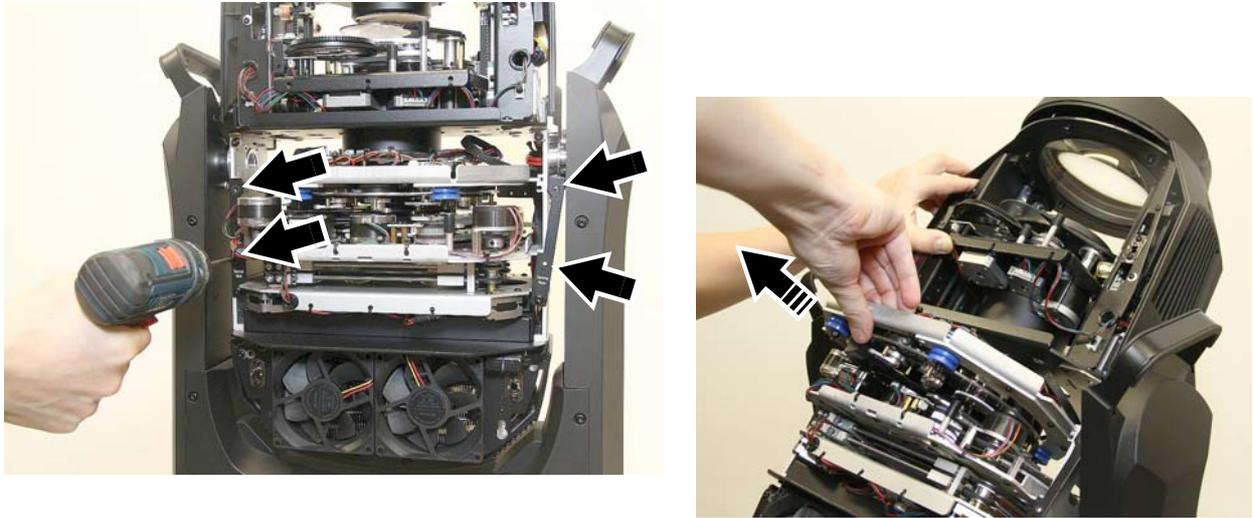

Figure 24: Dépose du module de découpe
7. Voir Figure 24. Repérez le module de découpe et ses platines de blocage repérées **Service Here** sur chaque côté de la tête. Attention : des platines similaires non marquées sont présentes sur l'autre face du module à côté du hub de connexions. Ne les confondez pas. Retirez les 4 vis Torx (repérées en Figure 24) qui maintiennent les platines de blocage. Dévissez légèrement les deux vis les plus proches de l'arrière de la tête sans les déposer. Ecartez les platines pour libérer la glissière du module de découpe.